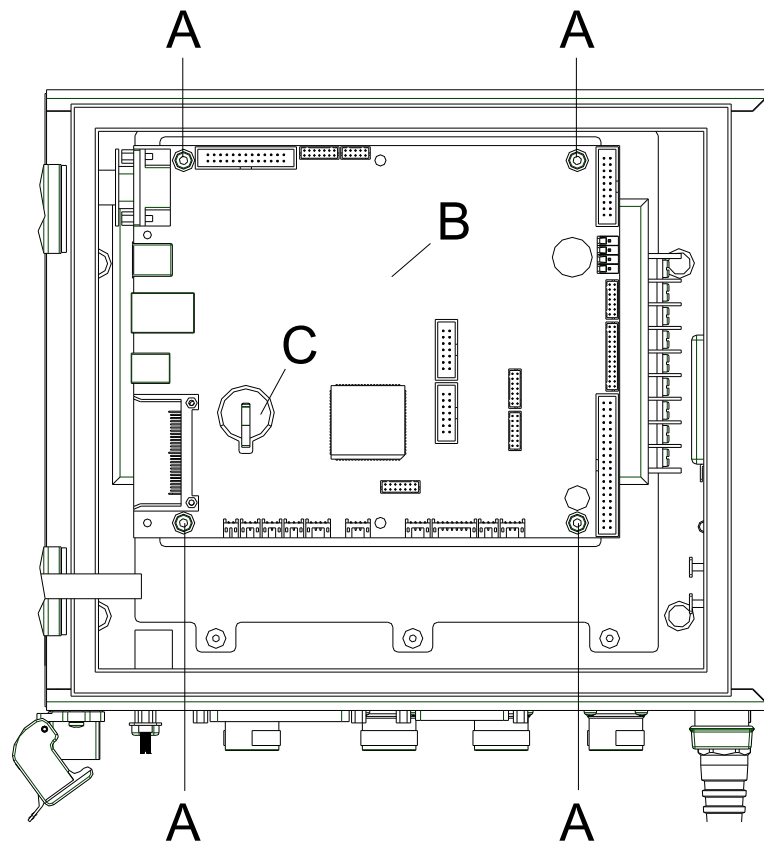

Figure 6
2. Enlever la batterie lithium (C, Figure 6).